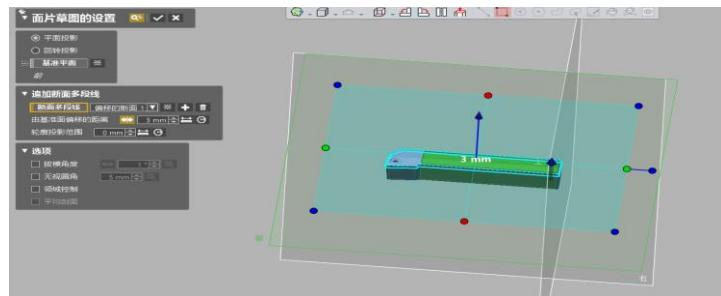
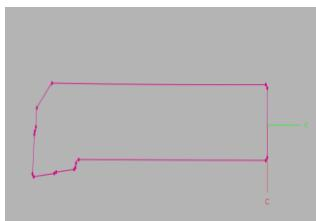

图 4.36 面片草图对话框
图 4.37 面片草图
3) 点击菜单栏草图 > 面片草图图标 ，弹出面片草图对话框，平面投影，基准平面：前基准面，由基准面偏移的距离为：3mm，如图 4.36 所示，点击确定进入面片草图环境，隐藏面片，如图 4.37 所示。